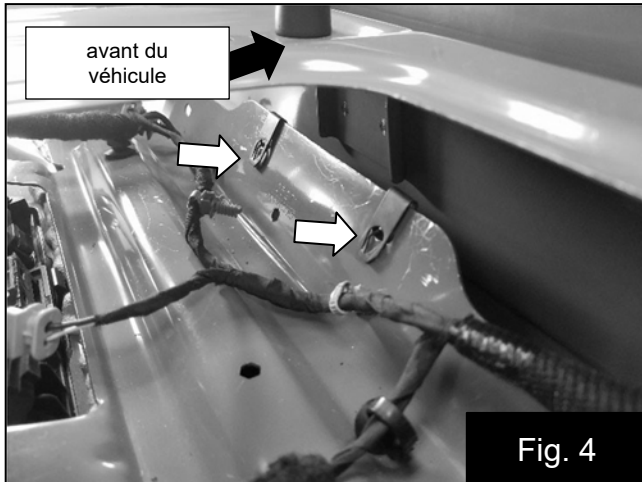

Fig. 4
6. Installez les attaches filetées fournies. Fig. 4
6. Instale los clips roscados suministrados. Fig. 4